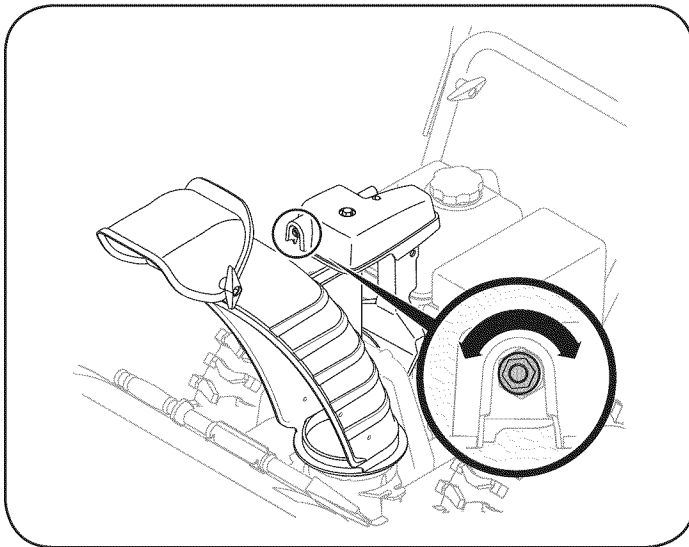

Figura 23
1. Para incrementar la precarga, apretar la tuerca hexagonal en sentido horario en intervalos de $\frac{1}{4}$ de vuelta. Véase la Figura 23.